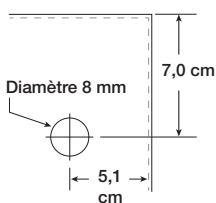

Figure 4
10. Percer un trou de 8 mm dans la costière aux dimensions indiquées à la Figure 4.